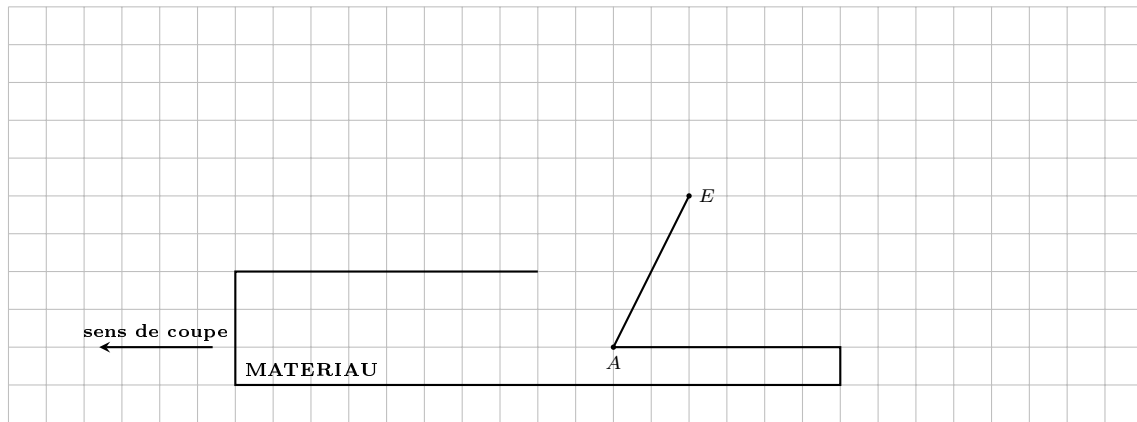

Figure 5: Modèle orthogonal de coupe avec angle de coupe négatif
La Fig. 5 est l'ébauche d'un modèle de coupe orthogonal avec un angle de coupe α **négalif**.
- a) Quel nom donne-t-on au segment AE déjà représenté sur la Fig. 5?
- b) On vous demande de compléter la Fig. 5 en y ajoutant les éléments suivants: